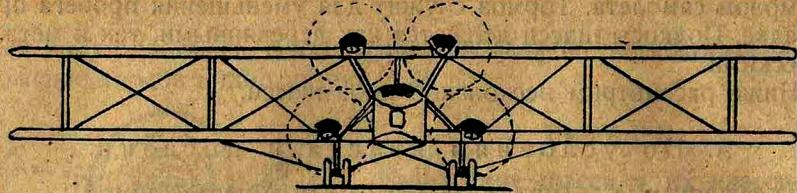

Рис. 193.
- 3) шасси с двумя отдельными осями или так называемы разнесенные, что показано на рис. 193. Такие шасси бывают с одной парой колес и с двумя применяются больше всего у тяжелых самолетов;